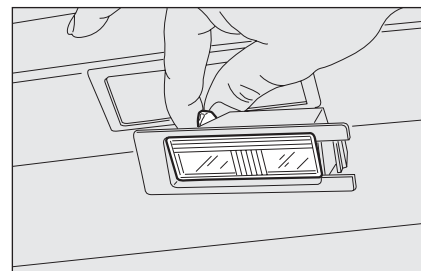

fig. 28
- sostituire la lampada **fig. 28** svincolandola dai contatti laterali accertandosi che la nuova lampada risulti correttamente bloccata tra i contatti stessi;